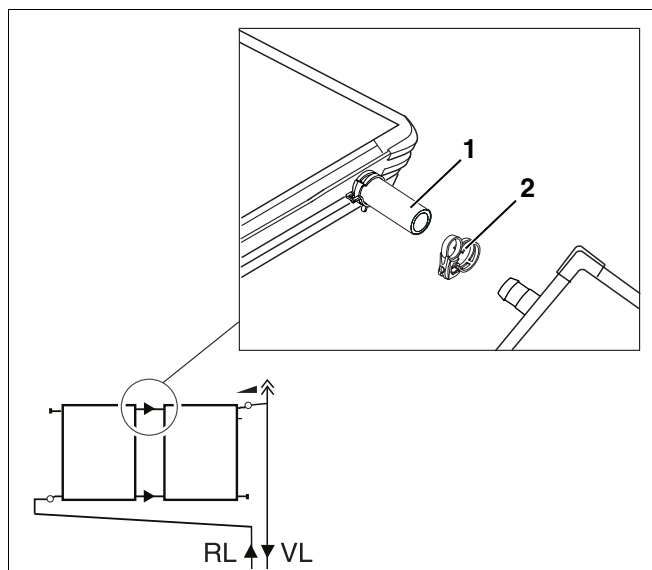

Fig. 38 Colocar las abrazaderas sobre el tubo solar
La abrazadera (fig. 38, **pos. 2**) está fijada de serie al tubo solar con una cinta elástica (fig. 38, **pos. 1**).
- ▶ Antes de colocar el siguiente colector, coloque primero las abrazaderas (fig. 38, **pos. 2**) sobre los tubos solares previamente montados (fig. 38, **pos. 1**).
Preste atención a que la segunda abrazadera (fig. 38, **pos. 2**) esté acoplada al tubo solar.